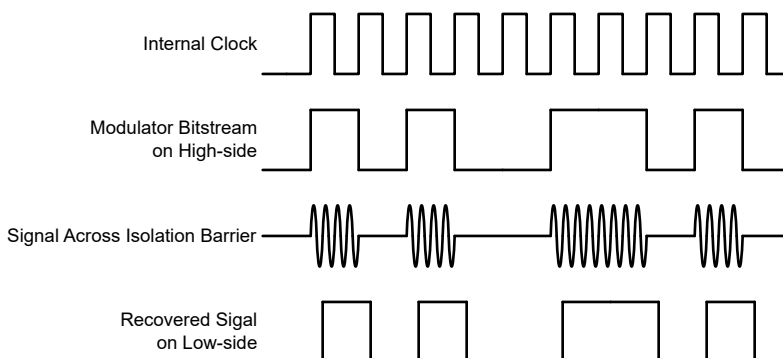

図 7-1. OOK ベースの変調方式
図 7-1 に示されているように、AMC0x30D-Q1 は、オン / オフ キーイング (OOK) 変調方式を使用して、変調器の出力ビットストリームを、 SiO_2 ベースの絶縁膜間で伝送します。送信ドライバ (TX) をに 機能ブロック図 示します。TX は、内部で生成された高周波キャリアを絶縁バリア越しに送信し、デジタル 1 を表現します。ただし、TX はデジタル 0 を表す信号を送信しません。AMC0x30D-Q1 で使用されるキャリアの公称周波数は 480MHz です。